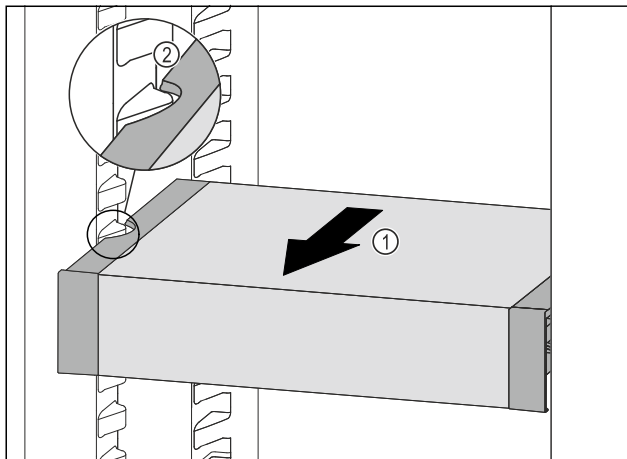

Fig. 179
- Tirare VarioSafe in avanti Fig. 179 (1) fino a quando le cavità laterali di VarioSafe non si trovano al livello della nervatura del contenitore nel vano frigorifero. Fig. 179 (2)